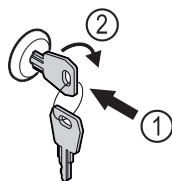

Fig. 82 Przykładowa prezentacja
- ▶ Włożyć kluczyk Fig. 82 (1).
- ▶ Przekręcić kluczyk o 90° w prawo Fig. 82 (2).